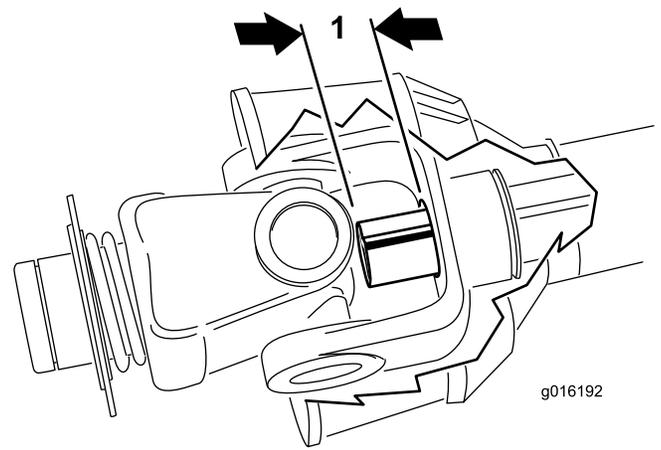

Figura 17
9. Deslice entre sí los tubos del árbol de la TDF hasta que estén totalmente retraídos. Compruebe que el tubo **interior** no sobresale a la zona de cruceta y cojinete del tubo exterior (Figura 17). Si esto ocurre, recorte **más** el tubo interior para corregir el problema. Continúe con el paso siguiente.
10. Mida la distancia de penetración del tubo interior en la zona de cruceta y cojinete del tubo exterior (Figura 17). Añada esta distancia a la dimensión obtenida en el paso 8.